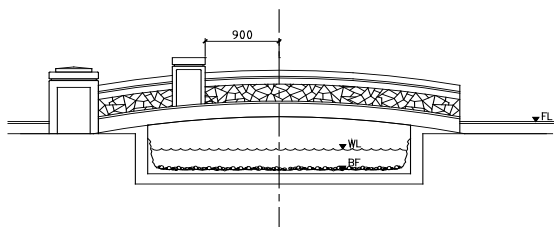

图 3-80 绘制中心线
- 08 调用L（直线）命令，绘制中心线如图 3-80 所示。